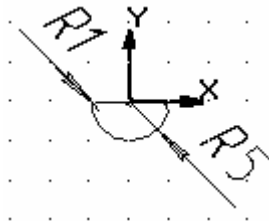

Рис. 4.4. Поперечное сечение детали
9. Постройте поперечное сечение детали (рис. 4.4).